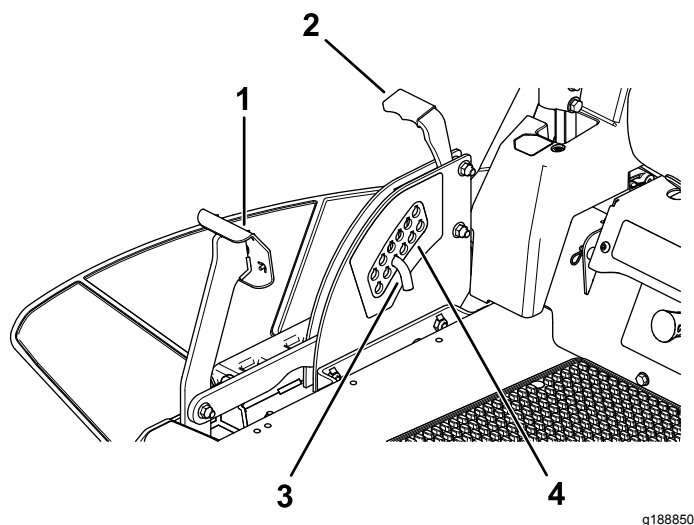

Figure 26
1. Appuyez sur la pédale de commande du plateau de coupe avec le pied et relevez le plateau à la position du verrou de transport (qui est aussi la position de hauteur de coupe de 114 mm), comme montré à la Figure 26.
2. Pour changer de hauteur de coupe, retirez la goupille du support de hauteur de coupe (Figure 26).
3. Insérez la goupille dans le trou du système de hauteur de coupe correspondant à la hauteur de coupe voulue (Figure 26).